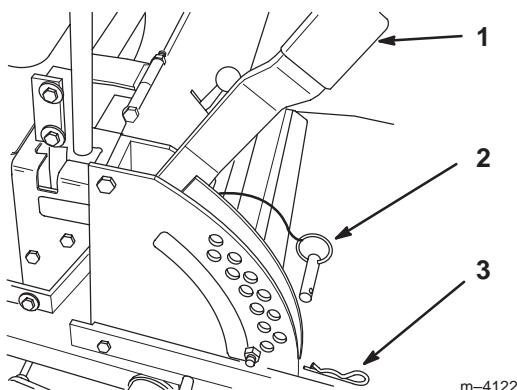

Figure 21
1. Relevez le levier de sélection de hauteur de coupe en position de transport (qui correspond aussi à la hauteur de coupe de 114 mm) (Fig. 21).
2. Pour changer de hauteur de coupe, retirez la goupille fendue et l'axe de chape du support de hauteur de coupe (Fig. 21).
3. Placez l'axe de chape dans le trou du support correspondant à la hauteur de coupe voulue (Fig. 21).
4. Fixez l'axe de chape avec la goupille fendue (Fig. 21).